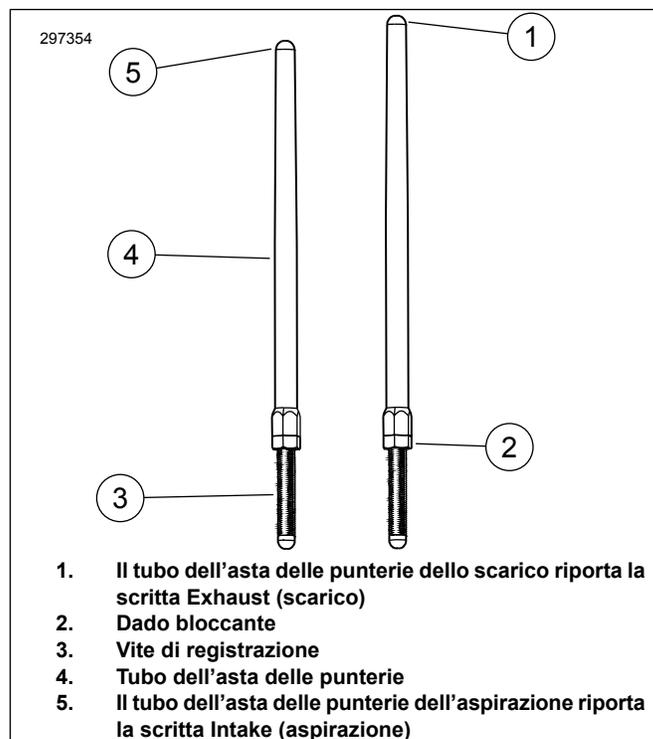

Figura 3. Asta delle punterie regolabile
6. Vedere la figura 3. Allentare il dado bloccante su tutte le aste delle punterie e regolarle secondo le lunghezze più ridotte.